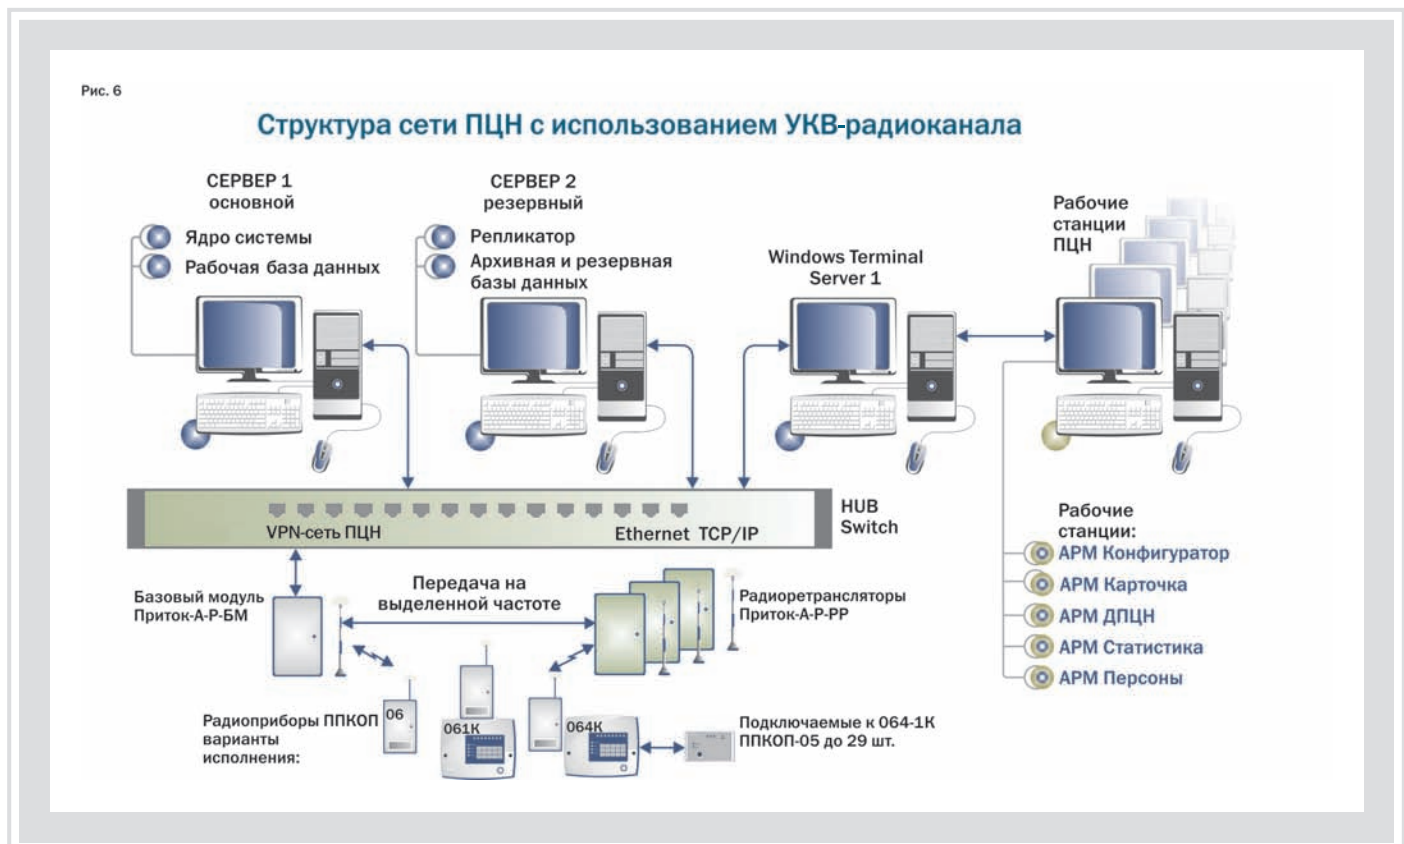

Рис. 7
**7. Для беспроводного наращивания (удлинения связи) вышерассмотренных схем ПЦН ИС Приток-А создадим подсистему Микрорадиоохраны Приток-МКР.** Она создается путем использования аппаратуры на основе трансиверов (приемопередатчиков) мощностью не более 10 мВт (см. Рис. 7). Работа Приток-МКР основана на создании радиосети с динамической маршрутизацией, в которой каждый узел связи может являться ретранслятором. В качестве узлов радиосети используется модуль Приток-РПДУ-03, будем называть его «узлом связи» радиосети Приток-МКР.